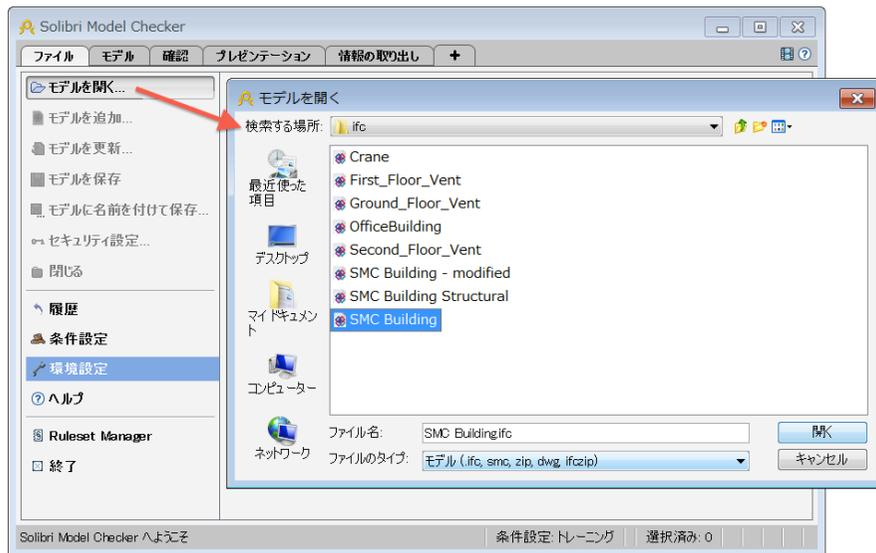

図 1 1 「モデルを開く」ダイアログ
- 次に左のメニューから「モデルを開く」を選択し、「モデルを開く」ダイアログにサンプルファイル一覧が表示されます。(フォルダの場所、Windows : C:\ユーザー\パブリック\SMC7.1\サンプル\ifc、Mac OS : アプリケーション\Solibri Model Checker v7.1\サンプル\ifc) (図 1 1 を参照)